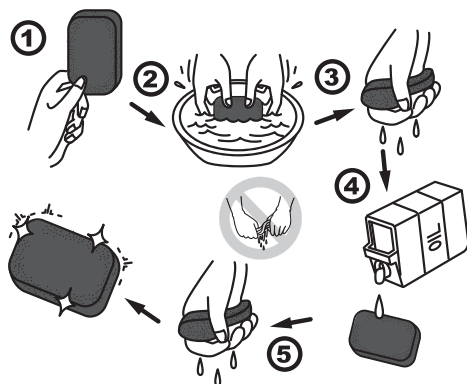

Рис. 18 Обслуживание фильтрующего элемента
4. При незначительном загрязнении промойте поролоновый фильтрующий элемент теплым мыльным раствором и просушите. Смочите специальным или чистым моторным маслом, после чего отожмите излишки масла (Рис. 18).